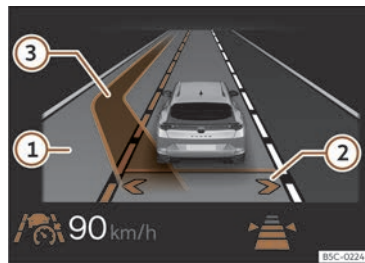

Fig. 149 Sur l'écran du combiné d'instruments : affichage du changement de voie assisté (représentation graphique).
Ainsi, le changement de voie assisté est activé. Les flèches de votre propre voie sur l'écran du combiné d'instruments s'affichent en gris >>> **fig. 149 ②**